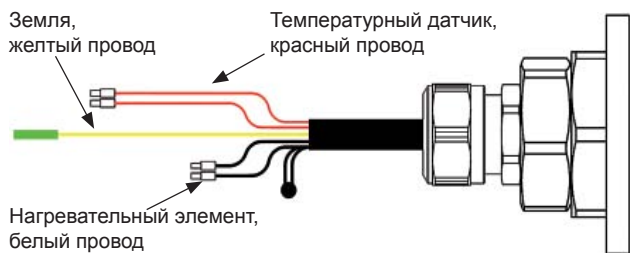

Рисунок 13. Электроподключение нагревателя в управляющем модуле MINI.
5. Схема подключения нагревателя смотри рисунок 13.